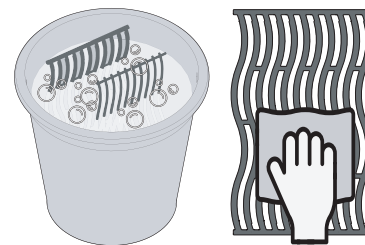

Fig. 3
- Lave las rejillas a mano con agua y un detergente suave para eliminar cualquier residuo del proceso de fabricación. NO lave en un lavavajillas. (Fig. 3)